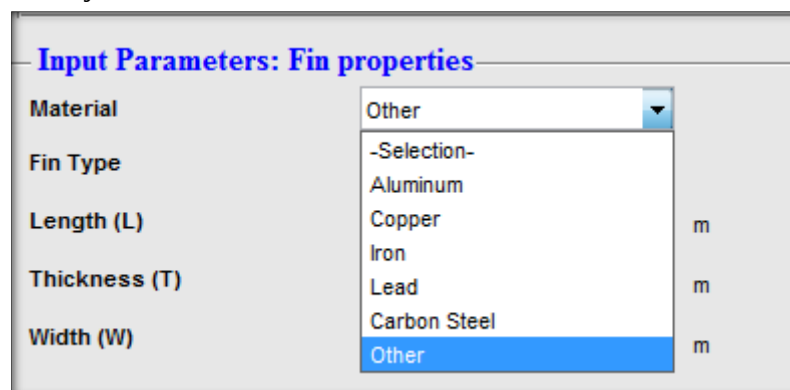
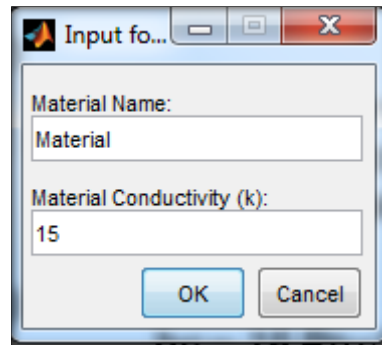

Figura 3. Tipos de materiales para aletas
Figura 4. Ventana para introducir el valor de la conductividad del material
3. Después de haber especificado el sistema en que se trabajará se deberá entonces introducir las propiedades de la aleta, dentro del menú Parámetros de entradas: Propiedades de la aleta (*"Input Parameters: fins propiesties"*). Dentro del menú, se deberá especificar el material de la aleta en la opción *"Material"*. El software por defecto cuenta con algunos materiales que son ampliamente usados en aletas, que son Aluminio (*"Aluminum"*), Cobre (*"Copper"*), Hierro (*"Iron"*), Acero al Carbón (*"Carbón Steelm"*) como lo muestra la Figura 3. Cuando se selecciona algunos de los anteriores materiales el software por defecto determina la conductividad térmica (k) del material medido a una T promedio, que normalmente es 25°C . En el caso en que el usuario posea otro material que no esté disponible, se deberá entonces seleccionar la opción Otro (*"Other"*), y a continuación aparecerá un cuadro de dialogo como lo muestra la Figura 4. En ella se deberá asignar un nombre del material si el usuario lo desea, en caso contrario puede saltar a la siguiente casilla en la que se introduce el valor de la conductividad del material en las unidades correspondientes al sistema que se encuentre trabajando.